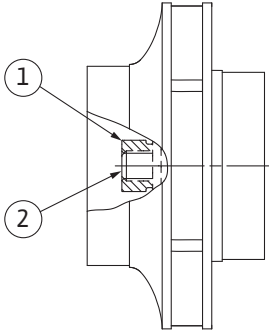

Fig. 101: Montajdan sonra çark somununun doğru konumu
8. Mili açık uçlu bir anahtarla (22 mm) tutun ve çark somununu belirtilen sıkma torku (bkz. tablo "Sıkma torkları" [► 30]) ile sıkın. Somun (Fig. 101, Poz. 1) mil ucuna (Fig. 101, Poz. 2) yaklaşık  $\pm 0,5$  mm sıfır olmalıdır. Şayet bu söz konusu değilse somunu sökün ve 4 ... 8 işlem adımlarını tekrarlayın.